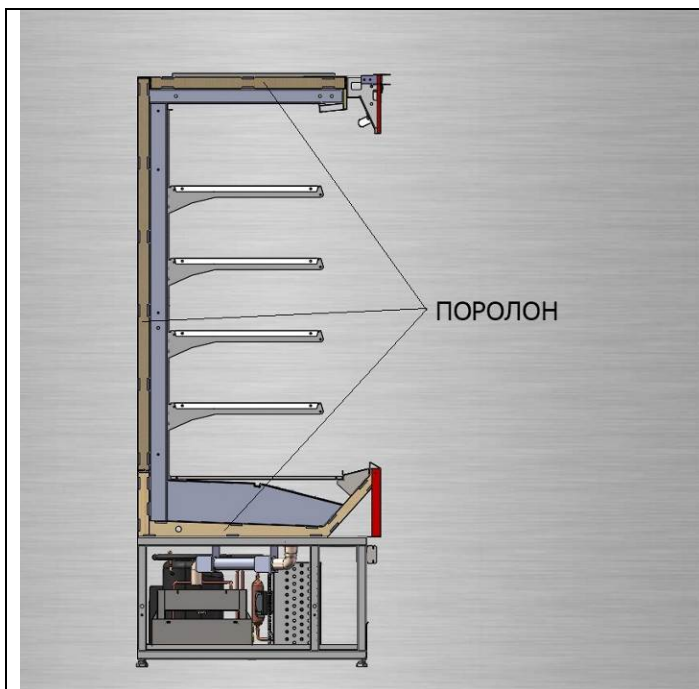

рис. 1
1. Обклеить торцы стыкуемых витрин лентой поролоновой 30X6, входящую в комплектацию витрин (рис.1).